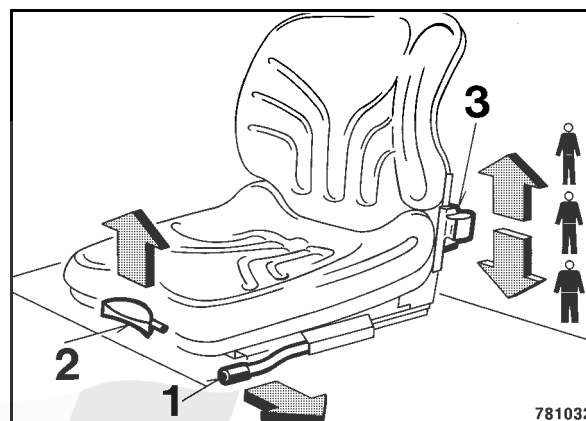

fig. 56
- Tirer la manette 1 (fig. 56) vers l'extérieur pour régler le siège en longueur.
- Actionner le levier (3) pour régler le siège au poids du conducteur.
- Actionner le levier (2) pour régler l'inclinaison du dossier.